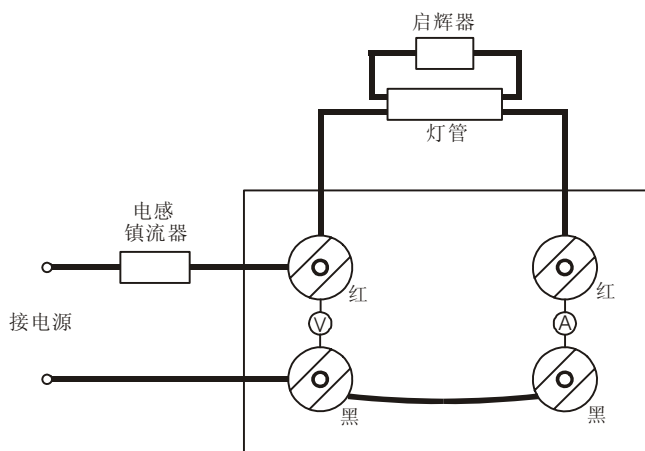

图 12 电感镇流器输出测量接线图
2) 电感镇流器输出测量接线按如图 12 所示，即测量灯管的参数。显示器显示值为：灯管电压、灯管电流、灯管功率等参数。